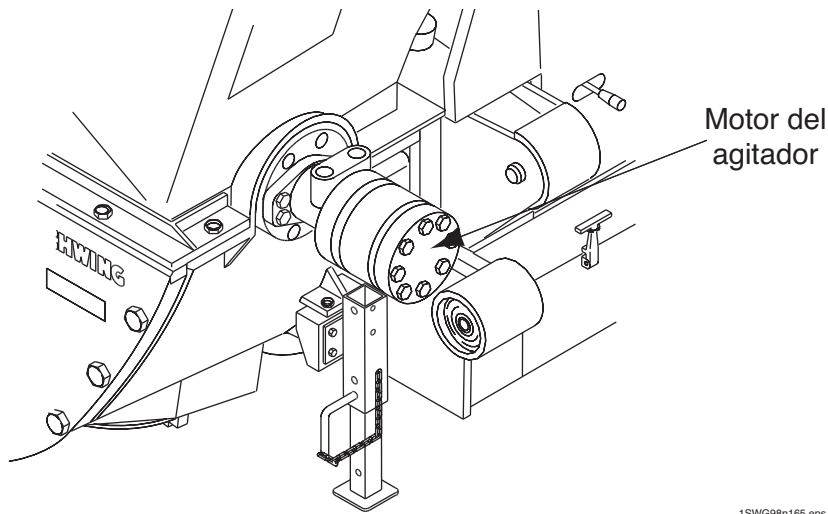

Figura 17
- El motor del agitador (Figura 17) es un motor hidráulico que está directamente acoplado al eje del agitador.